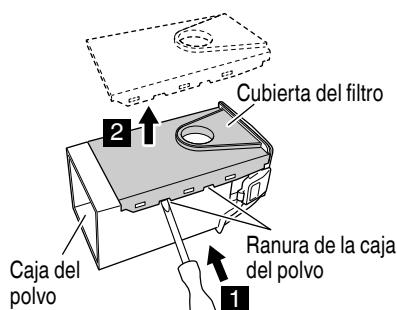

Fig. 16
**6. Reemplazo del filtro (Fig. 16, 17, 18)**
- (1) Introduzca un destornillador de punta plana en la ranura del lado de la cubierta del filtro y extraiga la tapa del filtro. (Fig. 16)